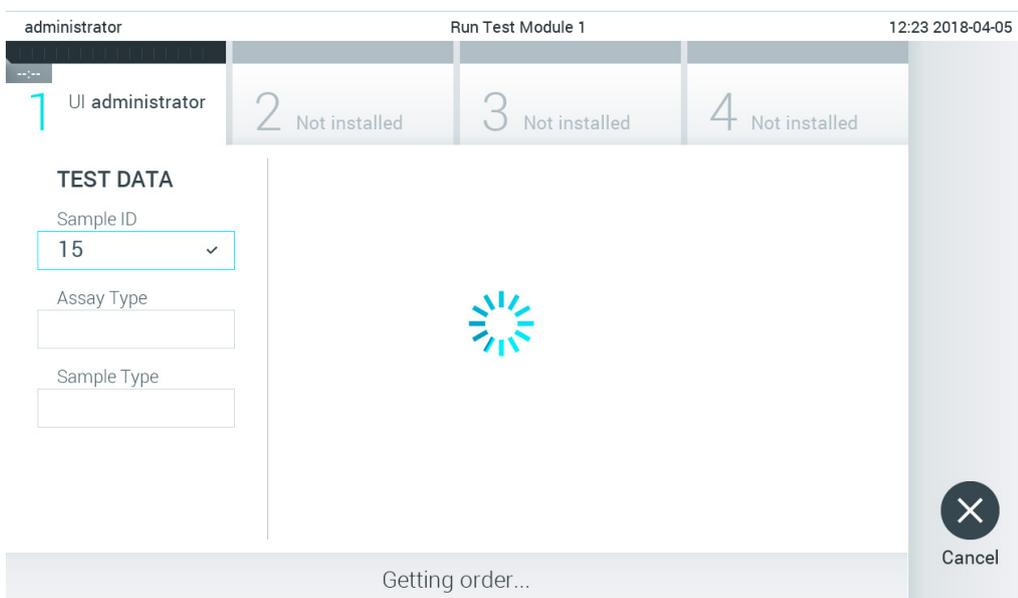

Figura 83. Exibição durante a recuperação do pedido de teste.
- O ID da amostra será enviada para o host, enquanto o QIAstat-Dx Analyzer 1.0 aguarda o pedido de teste, a mensagem "Getting order..." (Obtendo pedido...) é exibida (Figura 83).